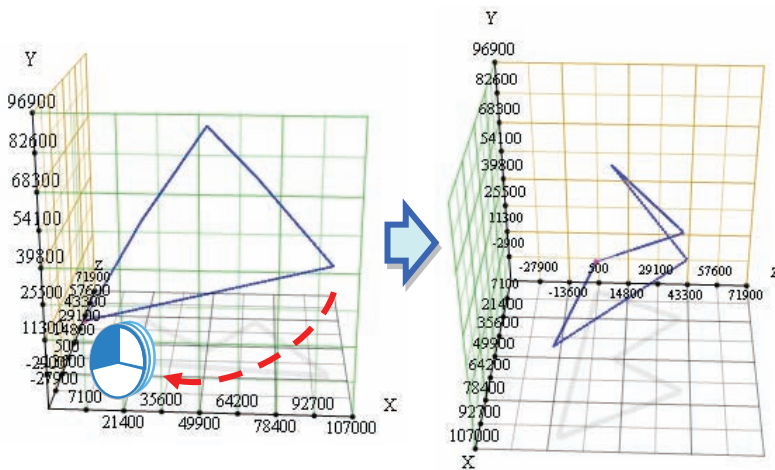

图 13-6 旋转 3D 坐标图视角
- ② 在视图模式字段可切换 3D 的视角，或是由 X/Y/Z 轴所构成的平面。其他的选项可以切换是否显示轨迹点、阴影效果与坐标网格线；当勾选最适大小时，右方的视图将会根据目前轨迹的大小自动调整坐标轴范围。清除画面按钮可将目前已绘制的轨迹清除。
- ③ 显示对应的三轴轨迹图形，可使用鼠标左键拖曳图形后，旋转图形由不同角度观察，如图 13-6，也可以鼠标滚轮调整坐标的刻度大小。